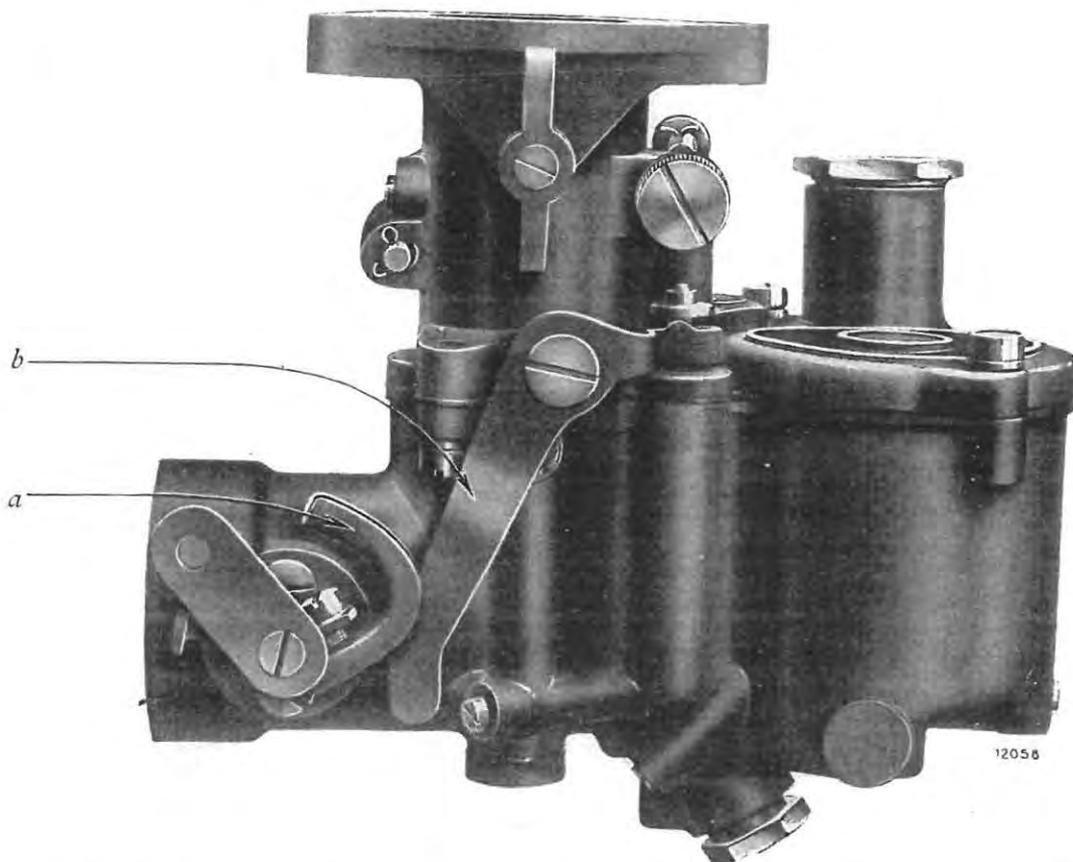

Fig. 41. — Vue extérieure du carburateur Stromberg, côté commande d'air.
A. RÉGLAGE DE LA COMMANDE D'AIR (FIG. 41)